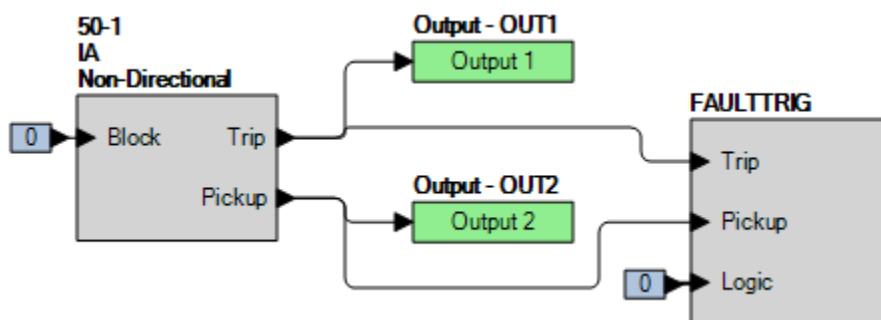

Figure 72-1. Paramètres BESTlogicPlus (mode Phase)
Étape 2 : Utilisez BESTCOMSPlus pour configurer la Logique programmable BESTlogicPlus illustrée dans la Figure 72-1.
Étape 4 : Préparez la surveillance de l'exécution de la fonction 50-1. Cette exécution peut être vérifiée en surveillant la sortie OUT2 (voir Figure 72-1).